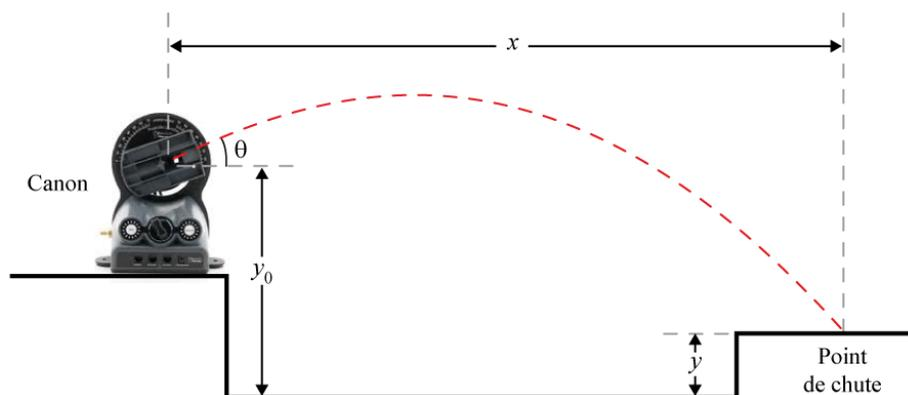

Figure 1 – Géométrie de la trajectoire d'un projectile
où  $y_0$  est la hauteur initiale du projectile par rapport à un point de référence et  $y$  la hauteur de la cible mesurée par rapport à la même référence (voir la Figure 1). Si nous connaissons  $v_0$  et  $\theta$ , nous pouvons résoudre cette équation quadratique afin de déterminer le temps de vol,  $t$ . Nous pouvons ensuite déterminer la distance horizontale parcourue à l'aide de  $x = (v_0 \cos \theta)t$  afin de déterminer la portée,  $x$ , du projectile.
**Étape 1.** Identifier parmi les équipements le récepteur pour chronométrer le temps de vol. Le récepteur agit comme un interrupteur servant à effectuer des mesures de temps. Quand le projectile frappe la surface du récepteur, un circuit se ferme et une mesure de temps est enregistrée par le programme. Vous utiliserez ce récepteur pour mesurer le temps écoulé entre le moment où la bille est lancée et le moment où elle atteint le point de chute (le temps de vol). Le récepteur se trouve sur une plateforme ajustable. Ajustez la hauteur afin que la surface du récepteur soit à 0.146 m de la surface de la table. Cette hauteur correspond à la même hauteur que le point de départ de la bille, c'est-à-dire le centre de la partie circulaire du canon (voir la Figure 1). Cette configuration représente un cas particulier de la trajectoire d'un projectile pour lequel  $y_0 = y$ . Ceci simplifie l'éq. 1 de la façon suivante: